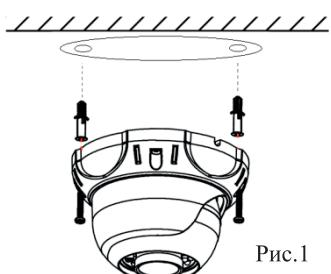

Рис.1
- Просверлите два отверстия в соответствии с монтажным шаблоном, затем при помощи шурупов и дюбелей закрепите камеру в подготовленные отверстия (см. рис.1).